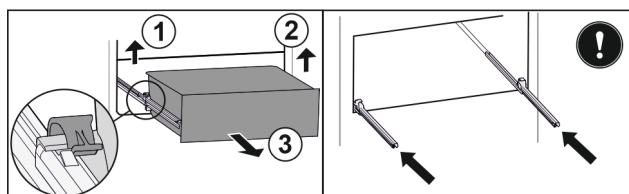

Fig. 113
- Zvedněte levou svorku a současně vytáhněte zásuvku vlevo dopředu. Fig. 113 (1)
- Zvedněte pravou svorku a současně vytáhněte zásuvku vpravo dopředu. Fig. 113 (2)
- Vyjměte zásuvku dopředu. Fig. 113 (3)